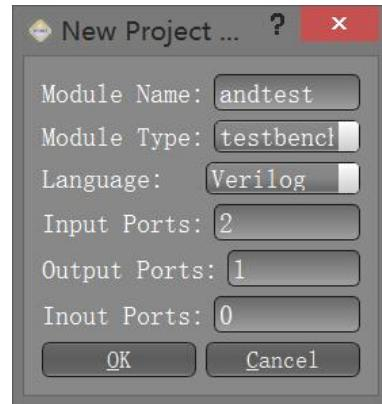

图 2-1-9 新建测试文件
(1) 新建一个文件。点击工具栏上的 按钮图标，在弹出的对话框中参照图 2-1-9 进行设计。